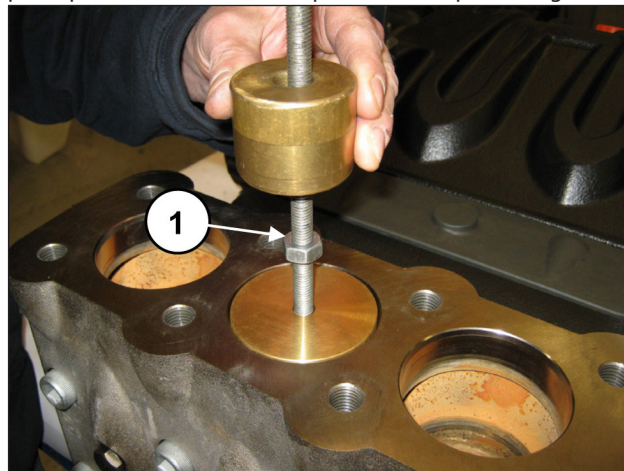

Fig. 102
Extraia a tampa da válvula com o uso de um martelo extrator para aplicar o furo M10 da tampa da válvula (pos. ①, Fig. 102).